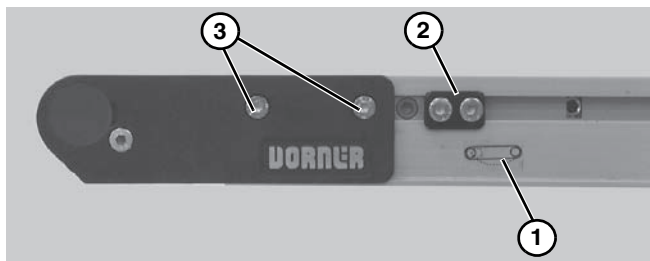

Figure 23
6. Am Spannungsende des Förderers, gekennzeichnet durch ein  Schild (**Figure 23, item 1**): Auf beiden Seiten des Förderers die Nockenbausätze (**Figure 23, item 2**) (falls vorhanden) lösen und von den Kopfplatten entfernen, anschließend die Befestigungsschrauben (**Figure 23, item 3**) lösen und den Kopfplattenbausatz nach innen drücken.